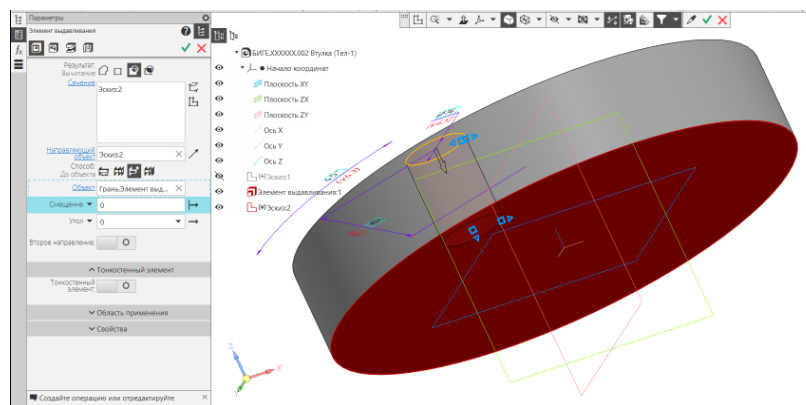

Рис. 16 Команда «Вырезать выдавливанием»
- **Твердотельное моделирование – Элементы тела – Вырезать выдавливанием.** Параметры выдавливания: результат операции – вычитание; направляющий объект – Эскиз 2 (окружность); способ – до объекта (нижнее основание фланца) (рис. 16).